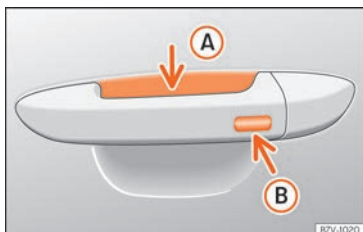

Fig. 48 Mânerul ușii: suprafețele senzorilor.
» fig. 48
- Atingeți suprafața senzorului (B) » fig. 48 de pe exteriorul mânerului ușii. Toate semnalizatoarele clipeșc o dată.
- În interval de 5 secunde, atingeți senzorul din exteriorul mânerului portierei o dată » fig. 48 (B). Nu apucați mânerul atunci când faceți acest lucru. Astfel se dezactivează temporar sistemul Keyless Access.
Pentru a închide toate geamurile acționate electric și trapa cu ajutorul **funcției pentru confort**, țineți câteva secunde un deget pe suprafața senzorului de încuiere » » » **fig. 48** (B) de pe mânerul ușii, până când geamurile și trapa se închid.